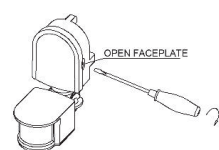

Figura 1
- Quite la carcasa frontal directamente con un destornillador. (Figura 1)